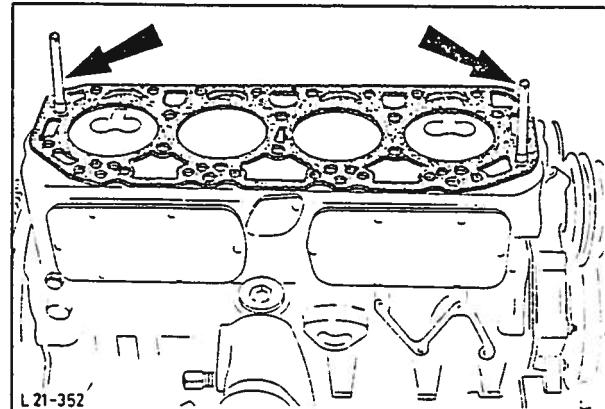
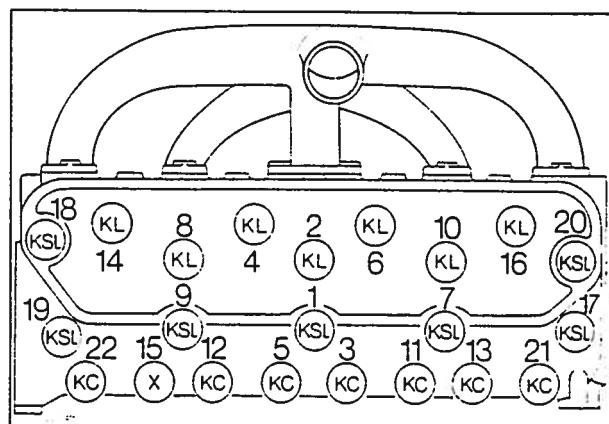

Fig. 80 Montering av toppakning.
Fig. 81 Tiltrekkringsrekkefølge - toppløkk.
57. Skru løs sylinderforingenes feste-skruer. Sett den nye toppakningen på plass ved bruk av sentreringstappene 21-083 i toppløkket, fig. 80. Sett på plass toppløkket og monter boltene med fingrene. Skift ut sentreringstappene med de siste to boltene. Trekk til toppløkksboltene i angitt rekkefølge, fig. 81 med riktig moment i tre trinn. Bruk spesialverktøy 21-087.
Toppløkksboltene er merket på hodet på grunn av varierende lengder, fig. 81.